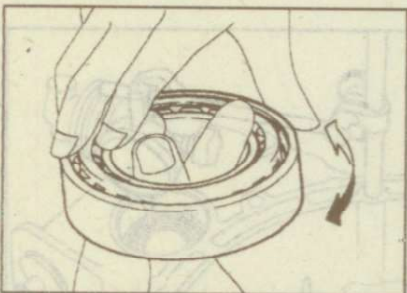

Рис. 9.243. Проверка подшипника
- Убедитесь, что подшипник вращается равномерно без аномального шума и не имеет следов растрескивания, точечной коррозии или износа (рис. 9.243).